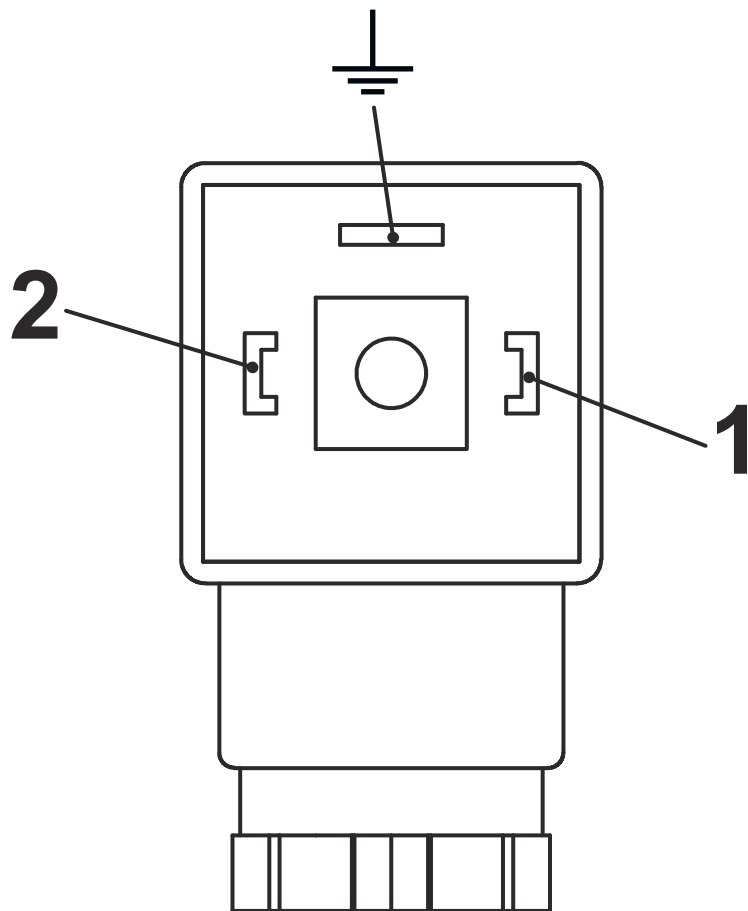
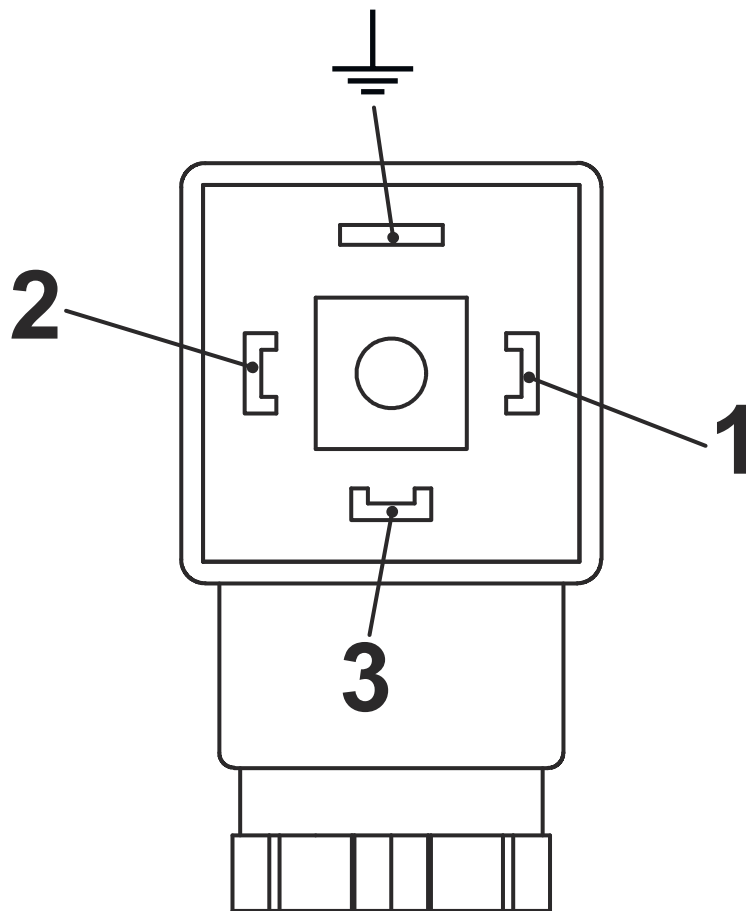

Abb. 31: Pin-Belegung Steckerdose Schließer (Schaltkontakt SG-15 mit Gerätestecker nach EN 175301-803)
Abb. 32: Pin-Belegung Steckerdose Wechsler (Schaltkontakt SG-15 mit Gerätestecker nach EN 175301-803)
6. ➤ Schließen Sie das Kabel gemäß den Anschlussbildern (Abb. 31 und Abb. 32) an